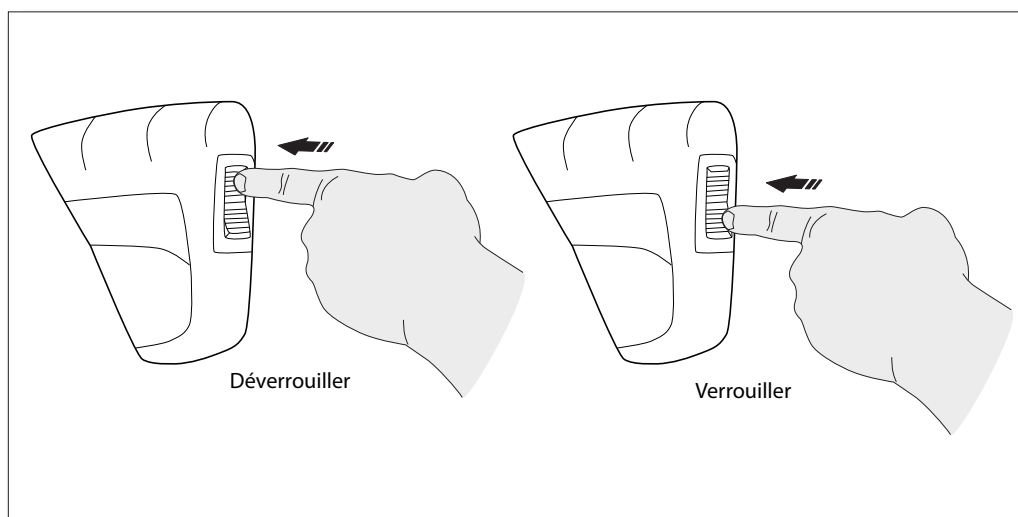

Fig. 20
- Relâchez le bouton de verrouillage sur le pistolet de pulvérisation en appuyant sur le bouton de verrouillage de la droite vers la gauche (**Fig. 20**). Tout en pointant le pistolet de pulvérisation dans une direction sûre, appuyez sur la gâchette du pistolet jusqu'à ce qu'il y ait un flux d'eau régulier, laissant l'eau et l'air sortir du boyau.